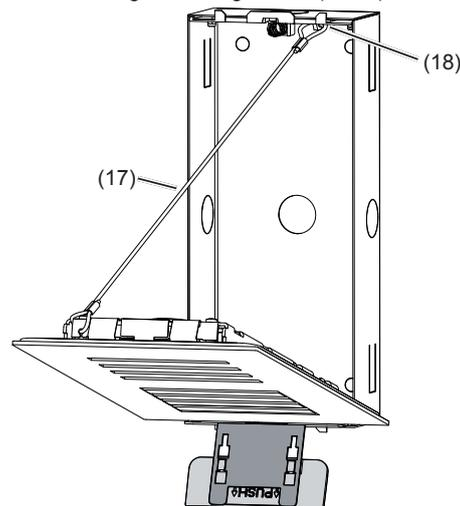

Bild 6: Installationsposition Türstation
- Die Schlaufen des Sicherungsseils (17) am linken oberen Einhängen der Türstation und am oberen Befestigungselement (18) im Gehäuse einhängen. Die Türstation zur Installation auf das Öffnungswerkzeug stellen (Bild 6).